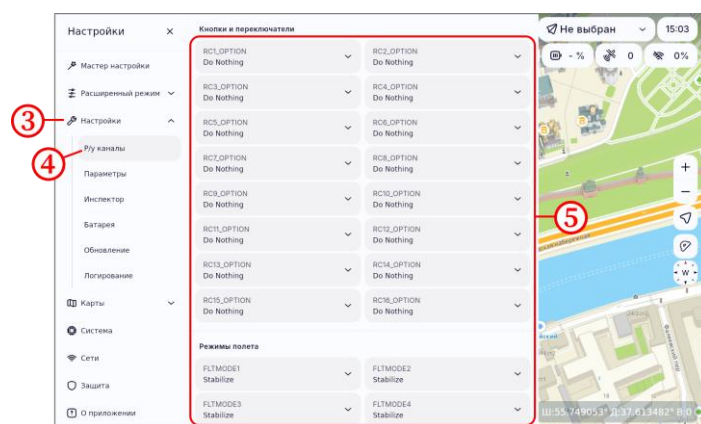

Рисунок 61
- перейти в раздел «Настройки» (рисунок 61, шаг 3);
- убедиться, что открыт пункт меню «Р/у каналы» (рисунок 61, шаг 4);
- проконтролировать отображение экранных форм каналов (рисунок 61, шаг 5).